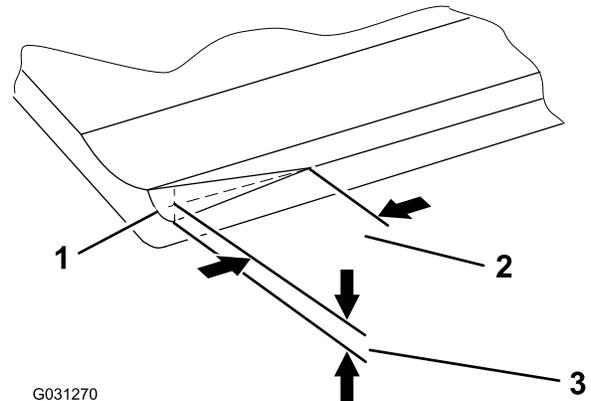

図 23
**注** 出荷時に面取りを施していますが図 23、この面取りはベッドナイフの寿命の中ほど40%でなくなりますので、面取りが必要になります。